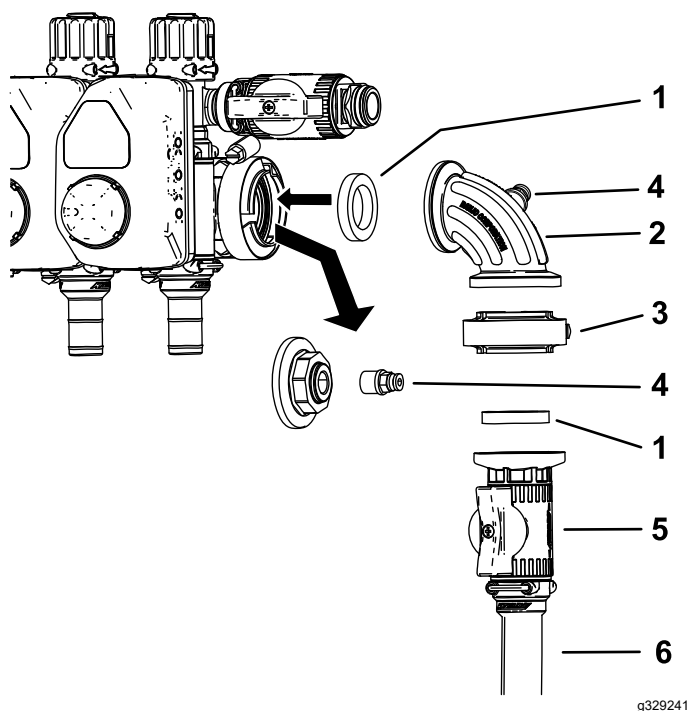

Figure 21
9. Détachez le bouchon et le raccord de la prise du manomètre (Figure 21).
10. Montez le distributeur de commande comme montré à la Figure 21.
11. Insérez le coupleur dans l'orifice libre du raccord à 90 degrés (Figure 21).